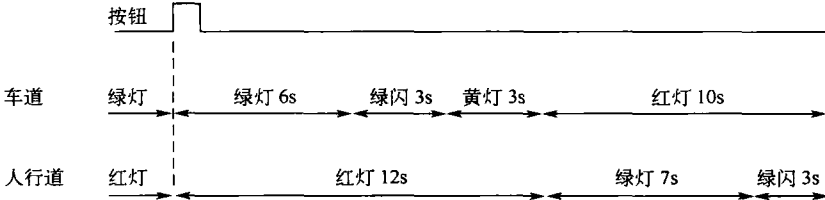

图 3-24 按钮人行道动作时序图
(1) 控制要求 当没有行人穿越车道时，车道为绿灯，人行道为红灯；当行人需要通过时，需按安装在道路两边的人行道按钮，此时车道和人行道信号灯动作如图 3-24 所示。